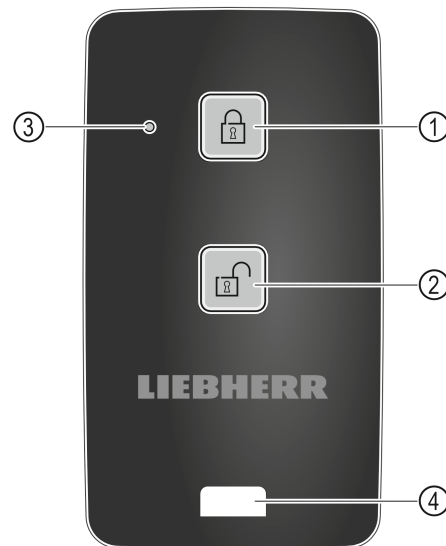

Fig. 108
- (1) Zár bereteszelése
- (2) Zár kireteszelése
- (3) Állapotjelző LED
- (4) Rögzítőszem
- ▶ Nyomja meg a gombot Fig. 108 (1) a távirányítón.
- ▶ Nyomja meg a gombot Fig. 108 (2) a távirányítón.
- ▶ Az állapotjelző LED Fig. 108 (3) a gomb megnyomásakor látható visszajelzést ad.
- ▶ Szem Fig. 108 (4) a távvezérlés, pl. kulcstartóra való rögzítéséhez.